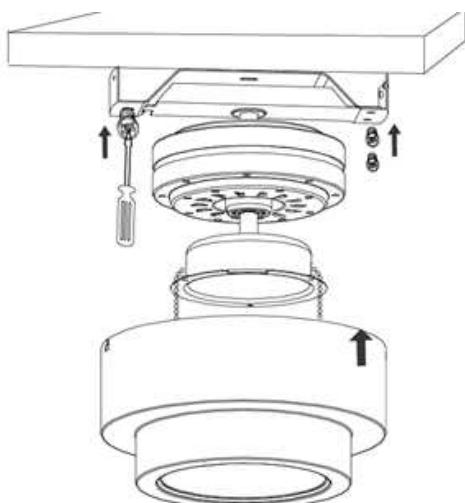
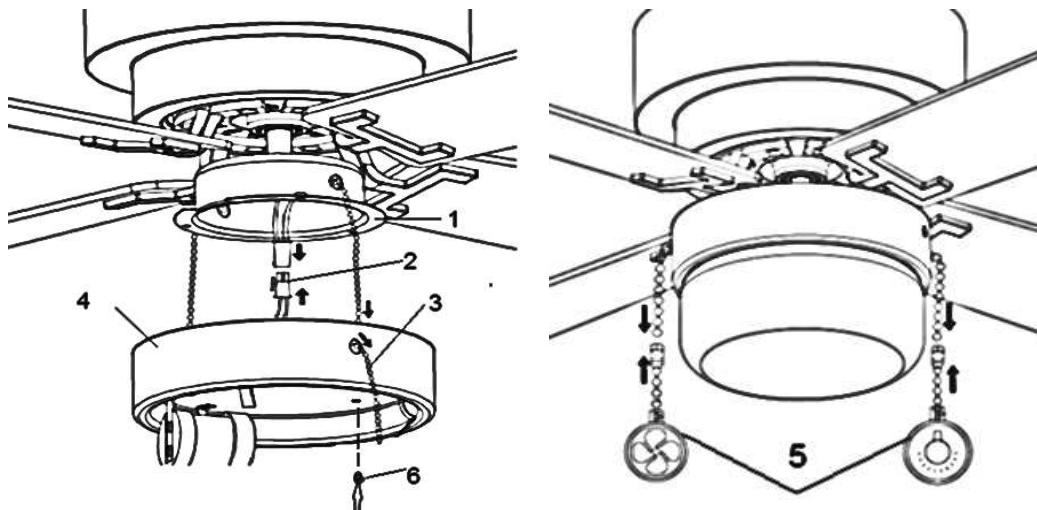

Fig. 6
Abb. 10
- Befestigen Sie nun die Motorhalterung an der Deckenhalterung mittels der 3 Schrauben. Abb. 6.
1. Entfernen Sie die Drei Schrauben des Lichtbausatzes (6, Abb.10) von der Lampenbasis.
2. Führen Sie die Zugkette (3, Abb. 6) durch die Öffnungen des Lichtbausatzes (4, Abb.10) hindurch.
3. Verbinden Sie den Ventilator und den Anhänger (5, Abb.10) mit der Zugkette.
4. Verbinden Sie die Schnellkupplung en (2, Abb.10), und drücken Sie diese in das Kabelgehäuse (1, Abb. 10) zurück.